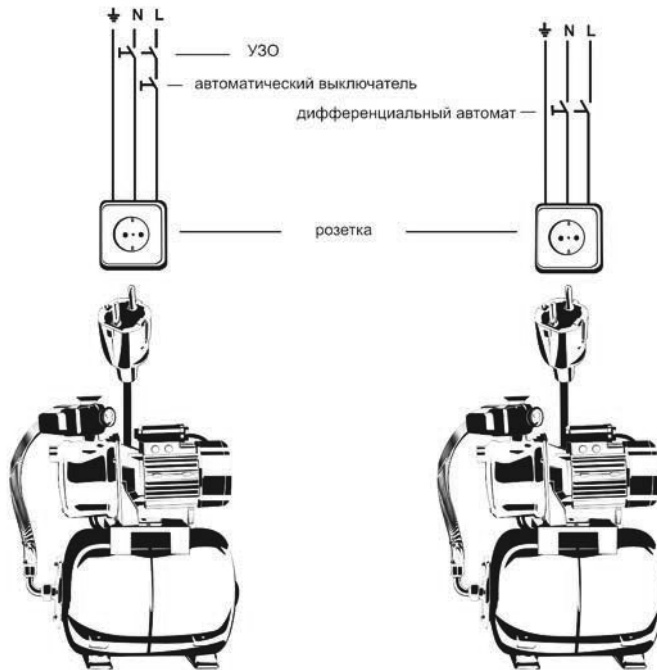

Рис. 4
9.2. Насосную станцию допускается подключать только непосредственно в розетку от распределительного щитка, имеющую заземляющий контакт, с использованием в цепи автоматического выключателя и УЗО, либо дифференциального автомата. На рис. 4 показаны возможные схемы подключения насосной станции к сети.